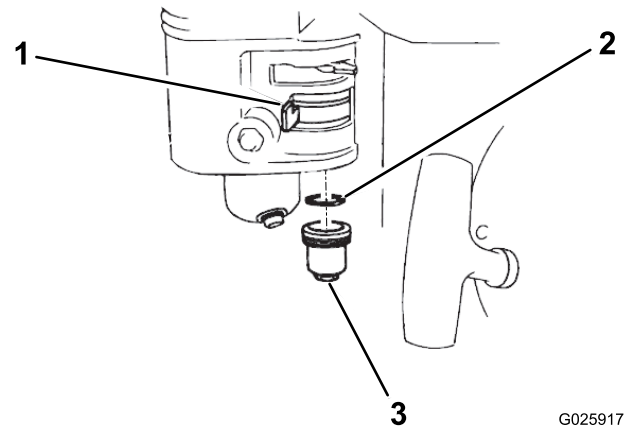

図 32
1. 燃料バルブを OFF 位置にセットし、異物カップとOリングを取り外す 図 32。